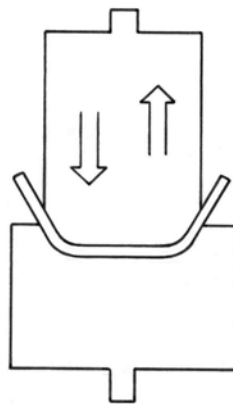

Figure 22 : Opérations de pliage
- d) **Pliage** : Cette opération se fait quand une force est appliquée sur un marteau hydraulique pour façonner ou emboutir du métal ou d'autres matériaux. Le risque est présent au point de travail, là où le matériau est inséré, tenu puis retiré. Les machines qui effectuent des opérations de pliage sont, notamment, des presses mécaniques, des plieuses et des cintreuses de tubes (figure 22).